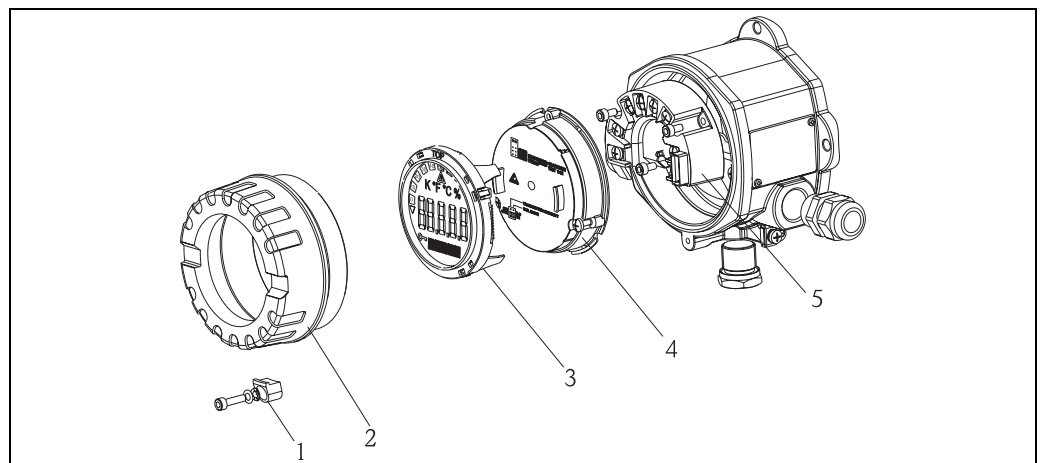

Abb. 3: Drehen des Displays
1. Entfernen Sie die Deckelkralle (s. Abb. 3, Pos. 1).
2. Entfernen Sie den Gerätedeckel (s. Abb. 3, Pos. 2).
3. Ziehen Sie das Display von der Elektronikeinheit ab (s. Abb. 3, Pos. 3).
4. Öffnen Sie die 2 Schrauben der Elektronikeinheit und entnehmen Sie die Elektronikeinheit (s. Abb. 3, Pos. 4).
5. Öffnen Sie die Kabelverschraubung am Gerät (s. Abb. 3, Pos. 5).